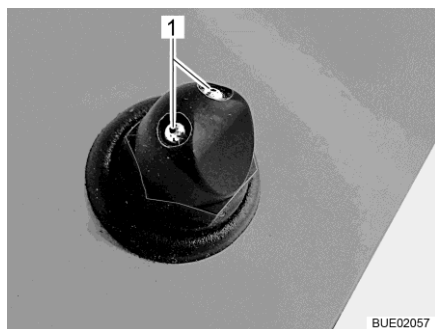

Fig. 52 Ugelli lavavetro (variante 1)
- Servendosi di un oggetto appuntito, regolare gli ugelli lavavetro (Fig. 52,1) fino a raggiungere la posizione desiderata.